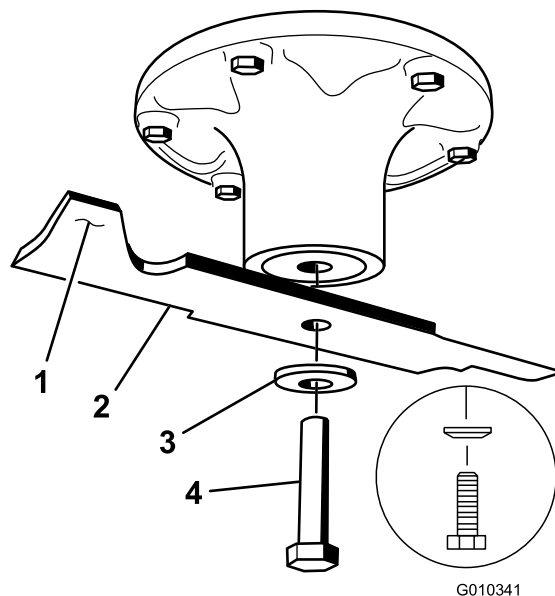

Figura 65
2. Retire a cavilha da lâmina, a anilha curva, e a lâmina do eixo (Figura 65).
1. Instale lâmina no eixo (**Figura 65**).
2. Instale a anilha curva (lado oval virado para a lâmina) e o parafuso da lâmina (**Figura 65**).